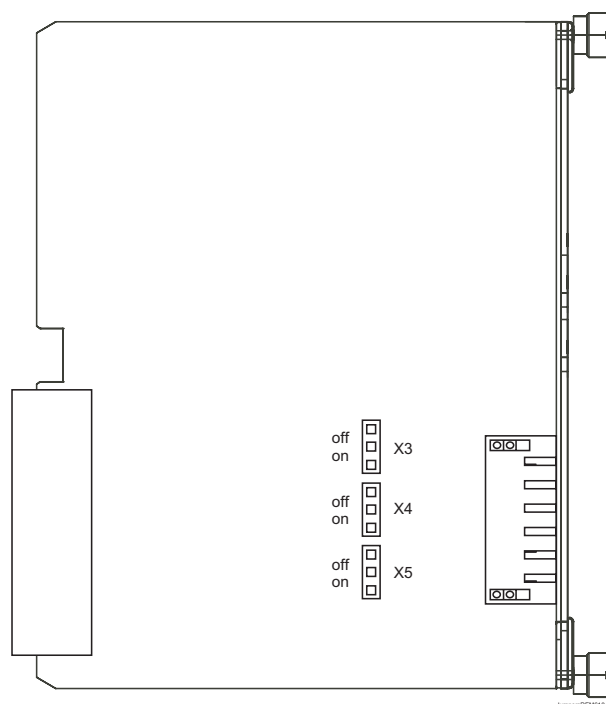

Fig. 4.2.1.-3 Localisation des cavaliers sur le module de communication RS-485
*Fig. 4.2.1.-4 Position du cavalier sur le module de communication optique pour fibre en plastique et en verre***Tableau 4.2.1-11 Connecteurs arrière pour fibre optique (plastique et verre)**